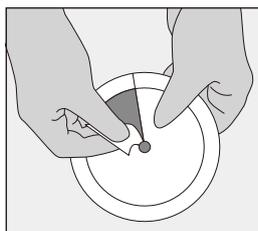

図1
1. 清潔操作により皮膚保護剤粘着パッドから剥離紙をはがします（図1）。このとき、粘着テープの剥離紙をはがさないように注意してください。